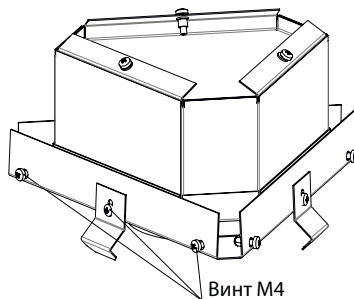

Рис.8 - Установка винтов на дожигатель
- На дожигатель наживите винты для установки в пазы верхних профилей (Рис. 8);